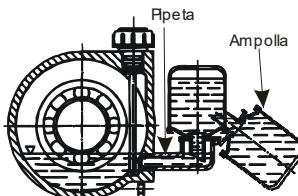

Fig.3: Engrasador
- se el soporte es equipado de engrasador, volcar la ampolla y verter la grasa en la pipeta hasta que alcanza el nivel según lo indicado en la fig.3. Ilene el bulbo de cristal y póngalo en posición vertical. Compruebe que el nivel de la ampolla esté constante. Los tipos de grasa indicados en tab.1 son válidos para las temperaturas entre - 10° y 120°C.